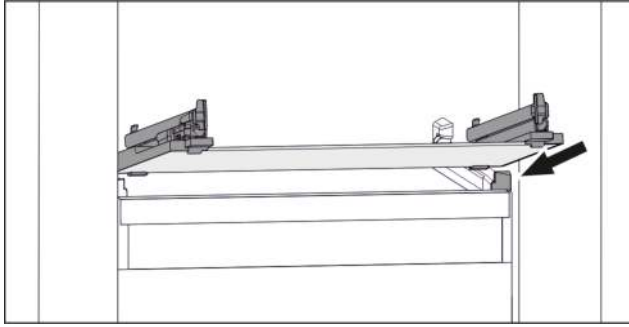

Fig. 87 Beispielhafte Darstellung der Glasplatte
- ▶ Glasplatte schräg hinter den Stopperrn aufsetzen. (siehe Fig. 87)